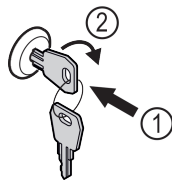

Fig. 126
- ▶ Włożyć kluczyk Fig. 126 (1).
- ▶ Przekręcić kluczyk o 90° w prawo Fig. 126 (2).